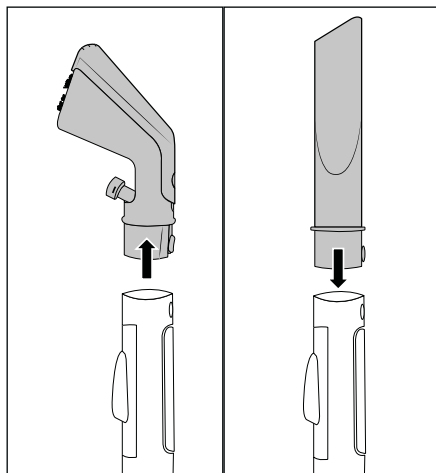

Fig. 8
- ◆ Pulse el botón de bloqueo **25/32** y retire la boquilla para tapicería **22** o la boquilla rinconera **24** del tubo de rociado/aspiración **19** (consulte la fig. 8).